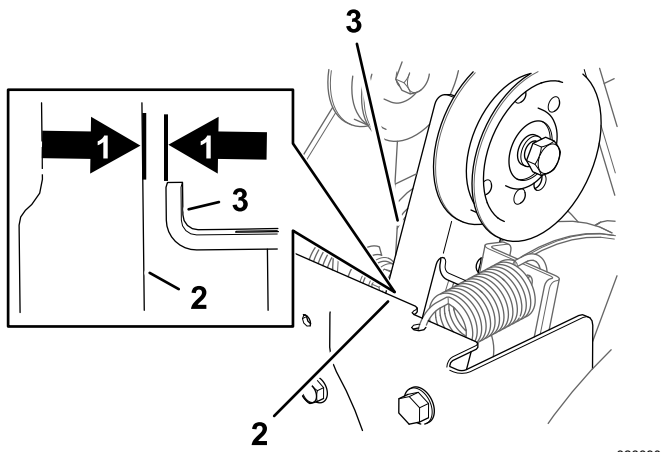

Figure 39
- Le levier de commande de la brosse étant désengagé, vérifiez qu'il existe un jeu 1,5 mm entre le bras d'embrayage de la brosse et le cadre de la machine, comme montré à la Figure 39.